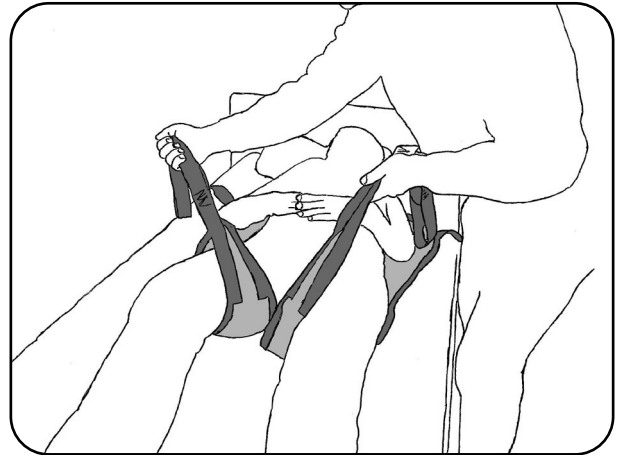

Abbildung 47
7. Drehen Sie den Patienten wieder auf den Rücken und ordnen Sie die Beinstützen zwischen den Beinen des Patienten an (Abbildung 47). Achten Sie darauf, dass die Beinschlaufen gleich lang sind. Die Schulterschlaufen liegen jeweils im Bereich der rechten und linken Schulter.